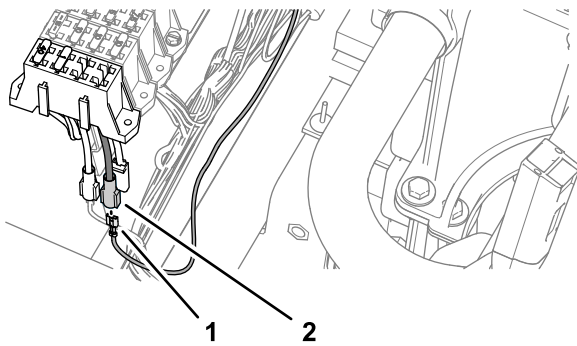

Figura 154
1. Enchufe el terminal del arnés de alimentación del módem marcado SWITCHED en el conector hembra de alimentación de accesorios del bloque de fusibles (Figura 154).